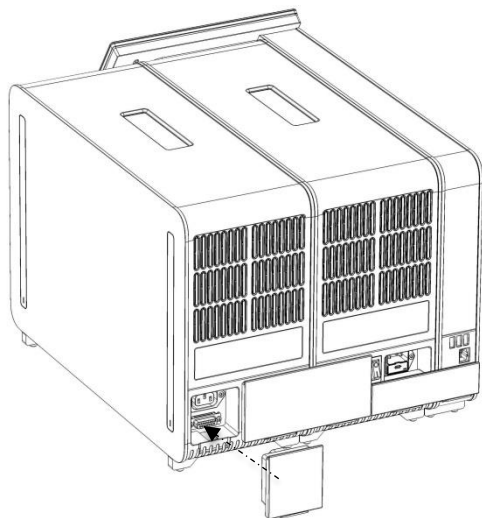

Figura 16. Ligação da ponte de terminação.
7. Ligue a ponte de terminação na parte traseira do módulo analítico (Figura 16).